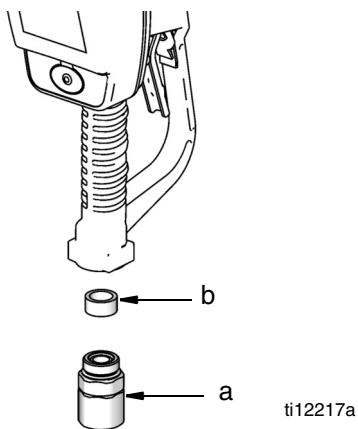

FIG. 2
2. Quite el eslabón giratorio (a), el espaciador (b) y el anillo o (c) del metro. (FIG. 2). Reinstale el espaciador (b).